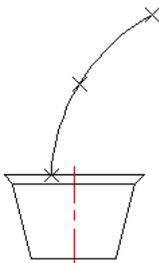

图 17.7.10 绘制圆弧 1
Step9. 绘制圆弧 1。选择下拉菜单 **绘图(D)** → **圆弧(A)** → **三点(P)** 命令，依次选取 Step8 创建的三个点，绘制图 17.7.10 所示的圆弧。